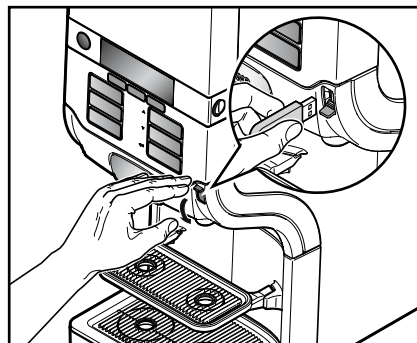

图 23
3. 如要开通机器，按压 LOCK/CLEAR-ERROR 键（锁/清除开关），以便重新开通饮料输出。（图 23）
- 将临时饮料输出USB开启钥匙（闪盘）插入机器的USB插口。（图 23）